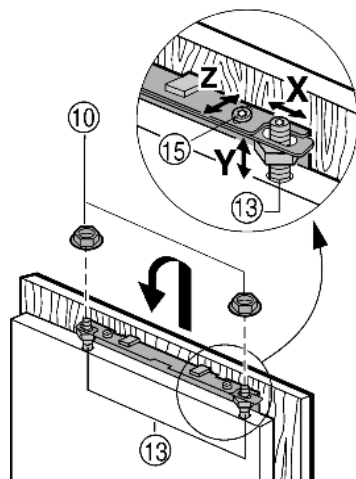

Fig. 15
- ▶ Appendere l'anta del mobile ai perni di regolazione Fig. 15 (13) e avvitare leggermente i controdati Fig. 15 (10) sui perni di regolazione.
- ▶ Regolare l'altezza Y e l'inclinazione laterale dell'anta del mobile: Con un cacciavite regolare i Fig. 15 (13) perni di regolazione.
- ▶ Stringere i Fig. 15 (10) controdati.